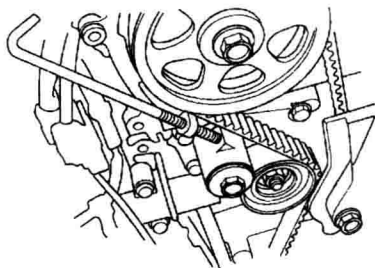

图 1-1-10 用螺栓固定正时皮带调节器
13. 按照图 1-1-10 所示, 用打磨好的螺栓把正时皮带调节器固定好, 并用手把螺栓拧紧。